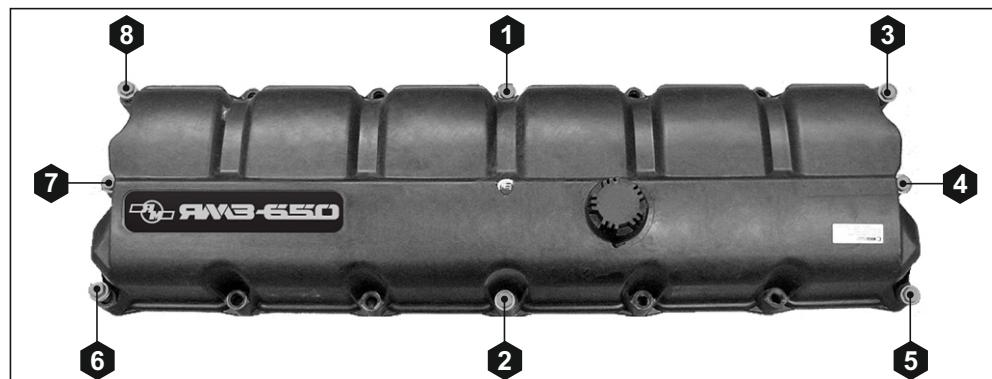

Рис. 131. Порядок затяжки болтов крепления крышки головки блока цилиндров.
2. Установить в отверстия крышки головки блока цилиндров 16 болтов, затянуть 8 болтов (см. Рис. 131) моментом  $M_{kr} = 2 \text{ Нм}$  в указанном порядке.